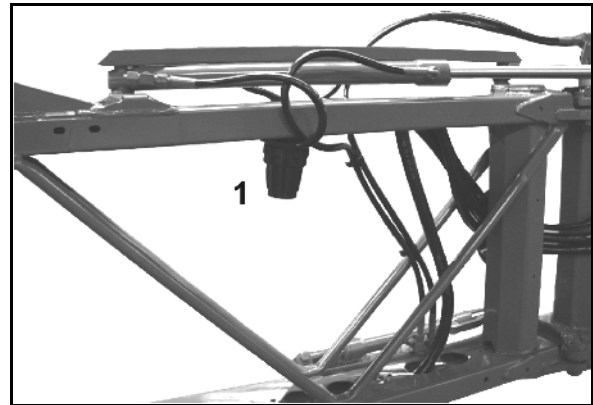

Fig. 155
- Reinigen Sie die LeitungsfILTER (Fig. 155/1) je nach Einsatzbedingungen alle 3 – 4 Monate.